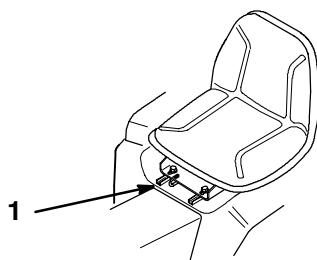

Abbildung 20
1. Zur Einstellung den Hebel zur Seite bewegen, um den Sitz auszurasten (Abb. 20).